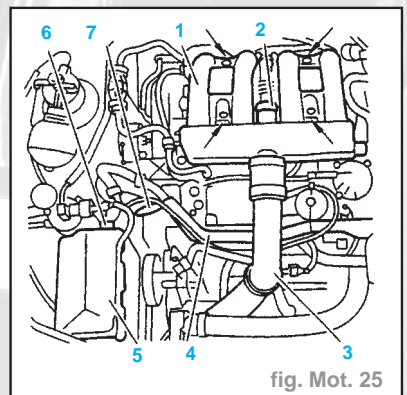
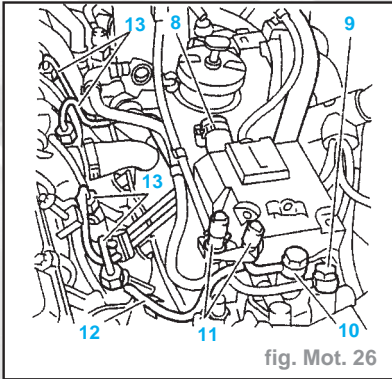

fig. Mot. 25
fig. Mot. 26
- Déposer (fig. Mot. 25) :
- le manchon d'air (3)
- le collier du tuyau EGR (2)
- le boîtier calculateur (5)
- la goulotte (4)
- la prise Kostal (6)
- Désaccoupler (fig. Mot. 26) :
- l'arrivée et le retour de gazole (11)
- le tuyau de retour des injecteurs (12)
- la durit (8)
- les trois écrous (16) : **2 daN.m**
- la vis AR (15) : **2 daN.m**
- Reposer (fig. Mot. 26) :
- les faisceaux d'injection (13), serrage à **2,5 daN.m**
- les raccords d'arrivée (9) et de retour (10), serrage à **2,5 daN.m**
- l'arrivée et le retour gazole (11)
- Mettre en place (fig. Mot. 25) :
- le collecteur d'admission d'air (1)